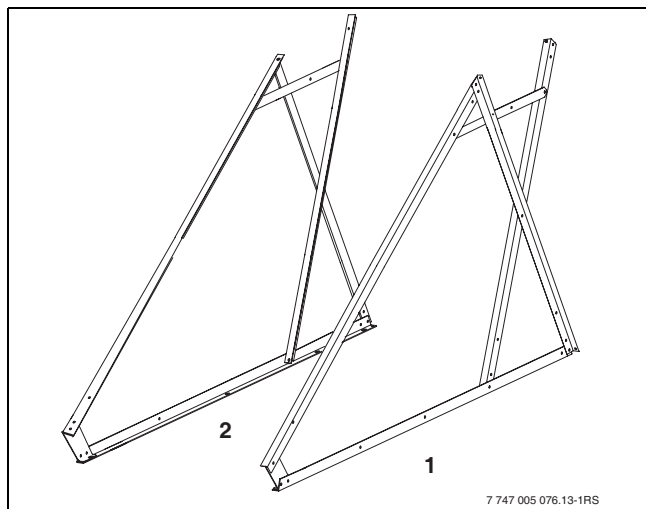

Bild 13 Weiteres seitliches Dreieck montieren
- Ein weiteres seitliches Dreieck (Bild 13, [2]) spiegelbildlich zum ersten [1] montieren.